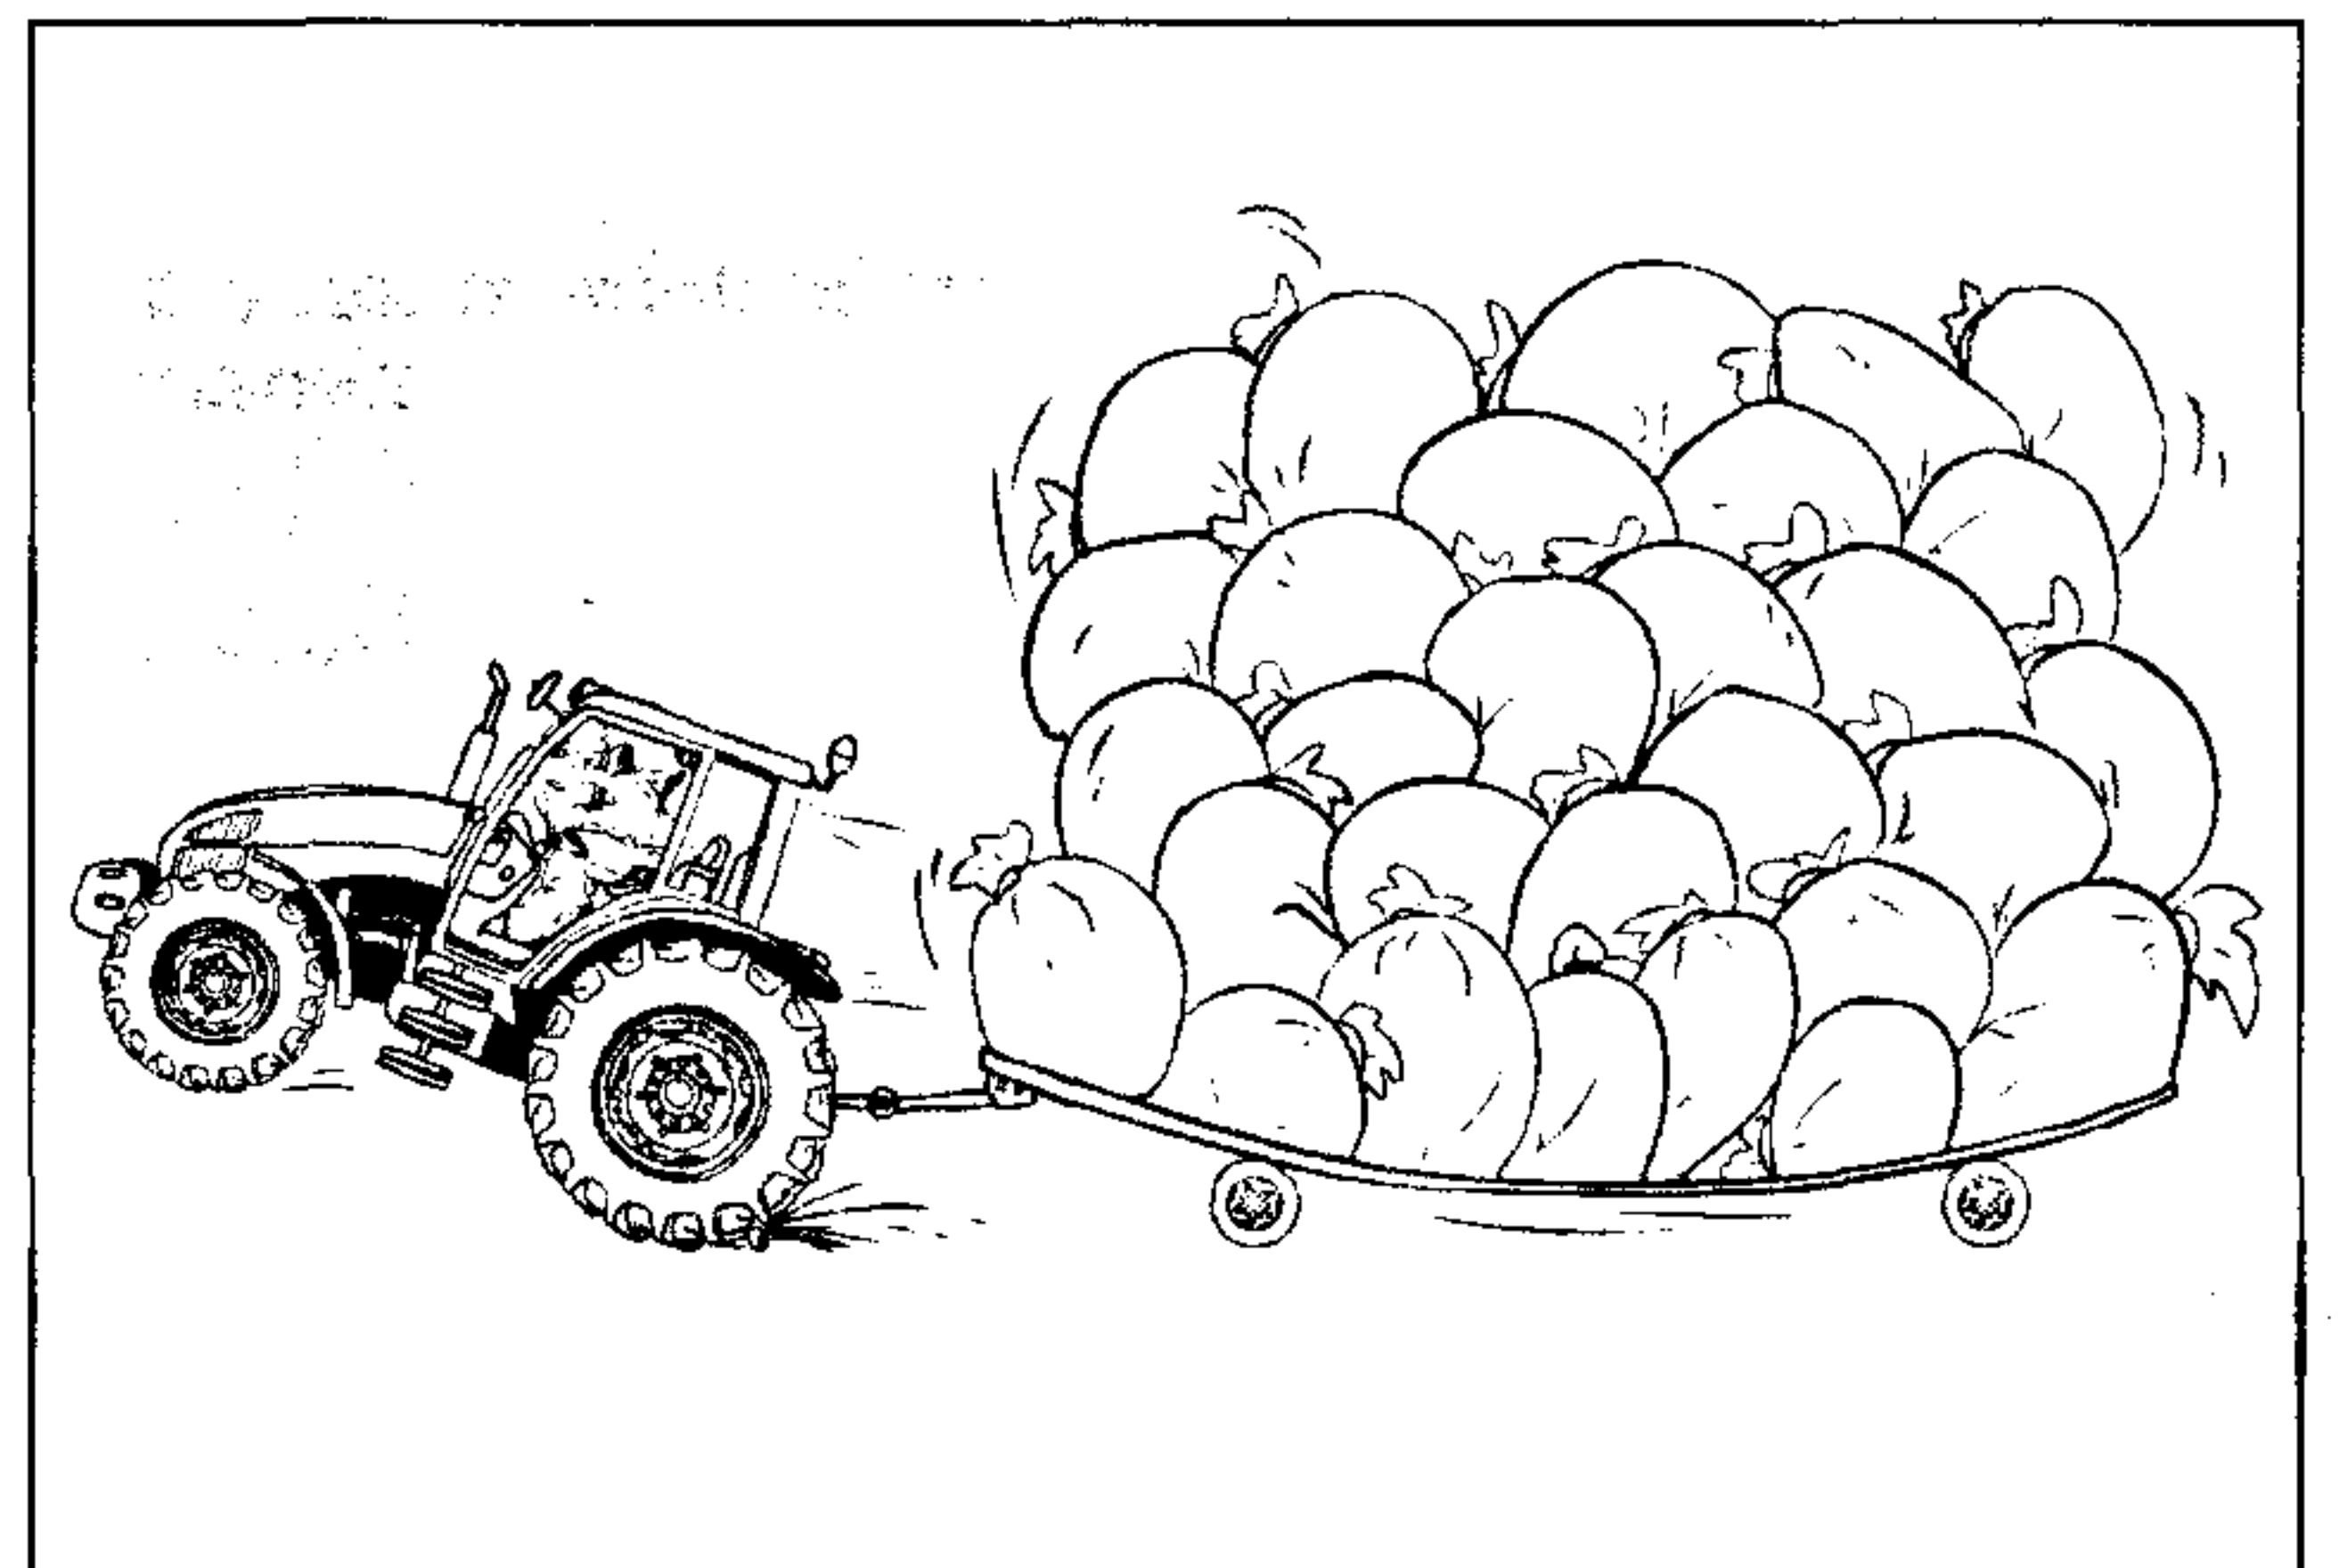

Fig. 2-27
- NO sobrecargue y NO aplique lastres más allá de la capacidad de carga de su tractor. No agregue nunca lastres para compensar una sobrecarga. Reduzca la carga (Fig.2-27).